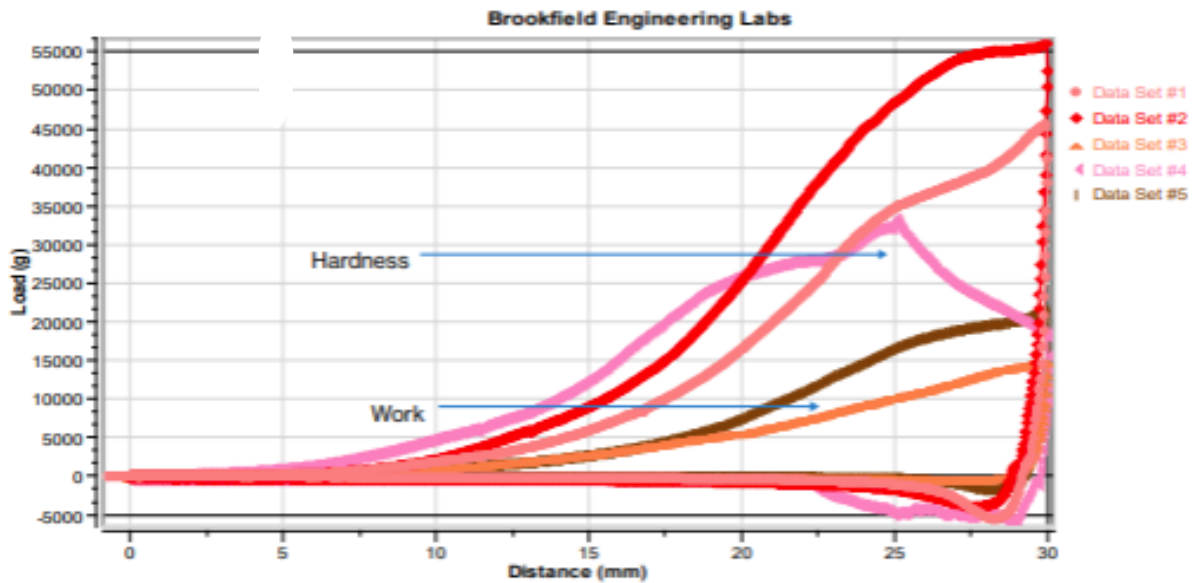

Figure 2: The load/distance graph for the hardness/firmness of 30 g meat
- Gráfico de Carga vs. Distancia (Fig. 2): Indica el trabajo realizado; área bajo el gráfico = energía requerida para cortar la muestra.
- El trabajo realizado refleja la energía necesaria para romper los enlaces internos; valores más altos = carne más dura (Fig. 2).